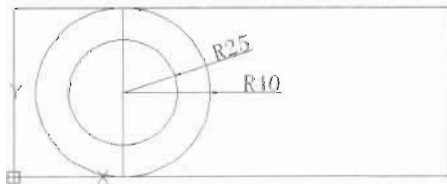

图 12-92
(3) 以上一步绘制的矩形右边中点为圆心, 分别绘制两个半径 25 和 40 的圆, 如图 12-92 所示。